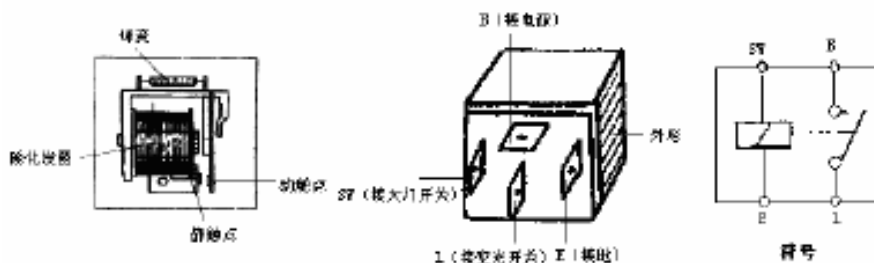

图 6.1-16 前照灯继电器
2、前照灯继电器 前照灯的工作电流较大，特别是四灯制的汽车如 CA1091 汽车，远光 15A 左右，若用车灯开关直接控制前照灯，车灯开关易烧坏，因此在大灯电路设有灯光继电器。它由一对触点和一个磁化线圈组成，外形有四个引脚，为常开式继电器。如图 6.1-16 所示。